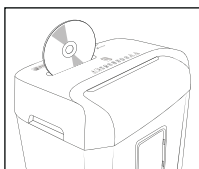

Fig. 5
Per distruggere i documenti, impostare l'interruttore **REV/OFF/AUTO/FWD** ❸ su **AUTO**. Inserire il CD centralmente dall'alto nell'apertura di taglio CD/carta di credito ❷ (vedi Fig. 5). È possibile inserire solo un CD per volta.